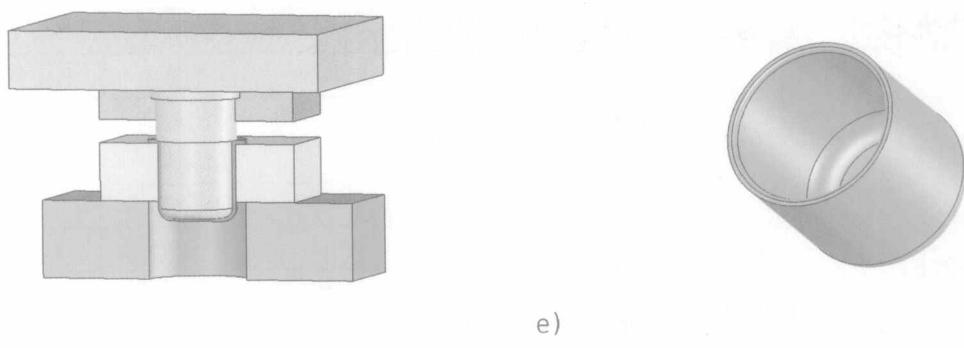

图 1-5 冲裁模简图(剖视图)
1) 冲裁模 将一部分材料与另一部分材料分离的模具称为冲裁模。图1-5所示为冲裁模简图。